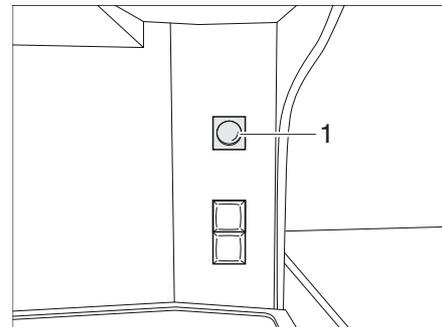

Bild 10 Variante 2: Schalter für Zentralverriegelung der Küchenbedienzeile
- Schalter (Bild 10,2) drücken. Klappen und Schubfächer des Küchenblocks sind verriegelt bzw. entriegelt.